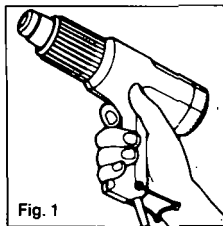

Fig. 1
Le HL 1800 E s'utilise manuellement ou en position fixe. En utilisation manuelle (Fig. 1) on tient l'appareil HL 1800 E par la poignée comme un pistolet à colle ou une perceuse (2) et on peut ainsi appuyer sur le bouton de réglage avec l'index.